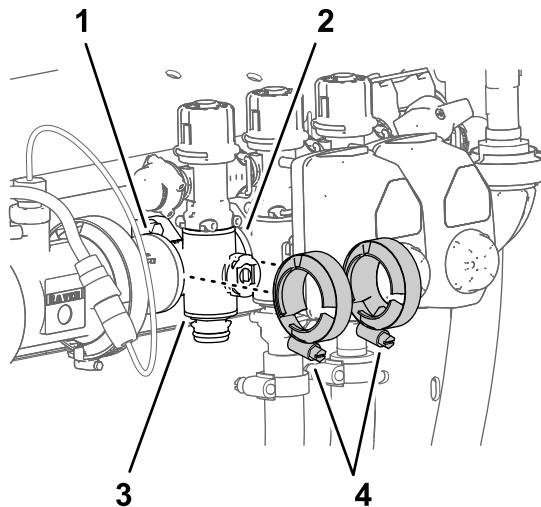

图 111
3. 取下将喷洒臂段歧管阀固定至相邻组件法兰上的 2 个法兰夹具图 111。